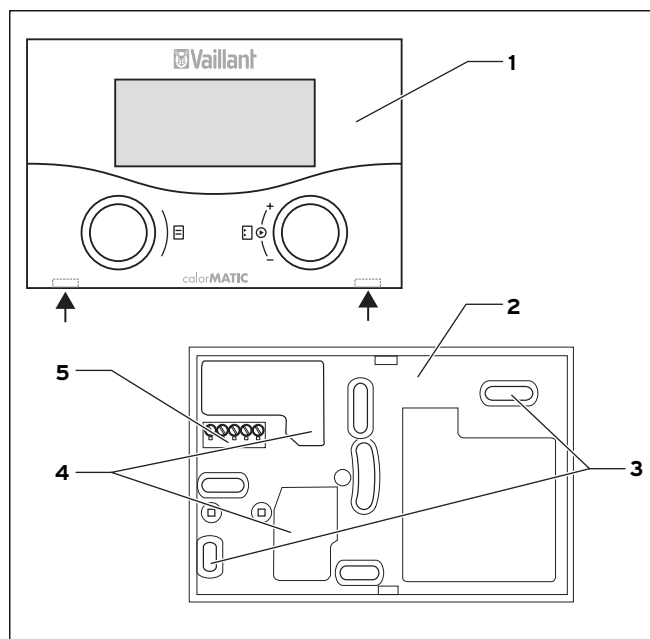

Fig. 4.1 Montage du calorMATIC 430
- ⇒ Enfoncez soigneusement le régulateur (sans socle mural, voir fig. 4.1) avec sa barrette à broches dans le connecteur de l'appareil de chauffage prévu à cet effet.
- ⇒ Retirez le régulateur (1) de son socle mural (2). Pour ce faire, introduire un tournevis dans les deux colliers d'arrêt (voir flèches fig. 4.1).
- ⇒ Percez deux trous d'un diamètre de 6 mm en fonction des trous de fixation (3).
- ⇒ Passez le câble eBUS à travers un des passe-câbles (4).
- ⇒ Enfoncez soigneusement le régulateur sur le socle mural jusqu'à ce qu'il s'enclenche. La barrette à broche située au dos du régulateur doit s'engager dans le connecteur (5) du socle mural prévu à cet effet.